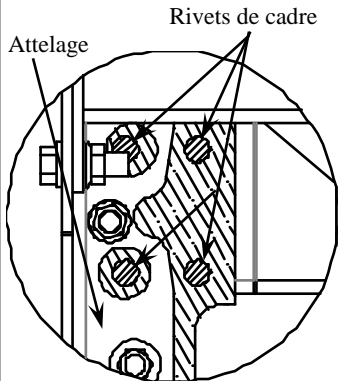

FIGURE 3
1. SOULEVER LE SUPPORT LATÉRAL EN POSITION ET ALIGNER LE TROU EXISTANT DU CADRE SUR LE TROU DE FIXATION AVANT. ALIGNER LES TROUS DE PASSAGE DES RIVETS SUR LES RIVETS LES PLUS À L'EXTÉRIEUR. FIXER AU LONGERON. (VOIR LA FIGURE 3)